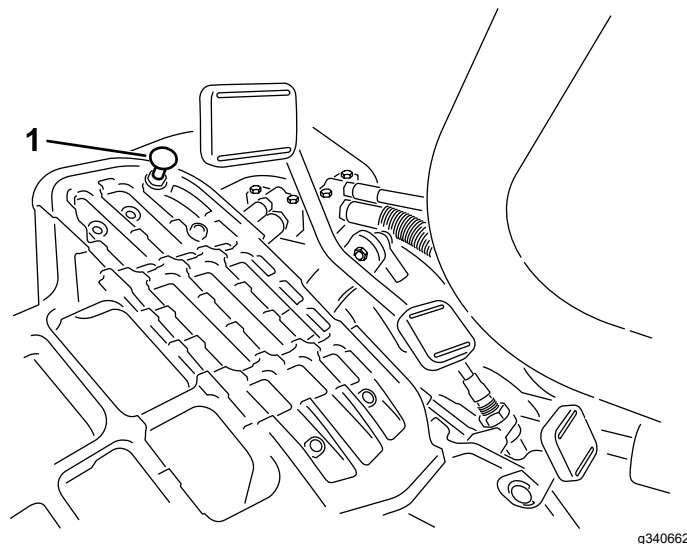

Figura 48
Para obter a velocidade máxima de transporte, engate a alavanca de controlo de função na posição TRANSPORTE e carregue para baixo no pedal de tração. Se o pedal entrara em contacto com o batente (Figura 48) antes de sentir tensão no cabo, é necessário efetuar o seguinte procedimento de ajuste:
1. Ponha a alavanca de controlo de funcionamento na posição TRANSPORTE e liberte a porca de bloqueio que fixa o batente do pedal à placa inferior (Figura 48).